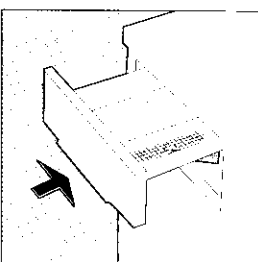

Fig. 15
- 9) Fermez le tiroir du détergent (Fig. 15).